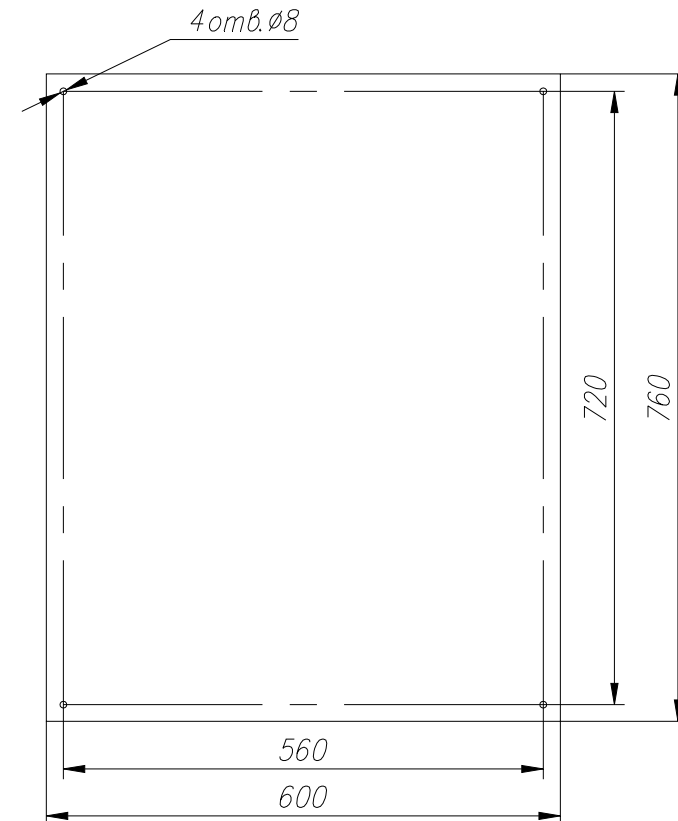

Рисунок 2 – Габаритные и присоединительные размеры задней стенки шкафа
1.2.3 Габаритные размеры шкафа (В×Ш×Г) 807×611×230 мм. Присоединительные размеры показаны на рис. 2.